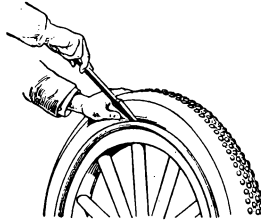

Fig. 6.
**4. Far sortir dal cerchio una parte del tallone esterno.** — Mettere la ruota colla valvola in basso, spingere la copertura colla mano sinistra sulla parte superiore, per introdurre la punta piatta della leva a tacca tra il tallone e il cerchio (fig. 6).